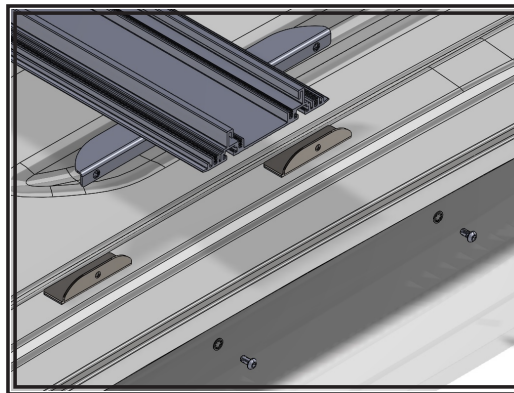

Figura 2
4. Retire los cuatro tornillos de cabeza de botón de 1/4"-20 y las arandelas de estrella del soporte de montaje y déjelos a un lado. Retire la barra luminosa (con los soportes todavía instalados) del techo del vehículo y déjela a un lado. Consulte la Figura 2.